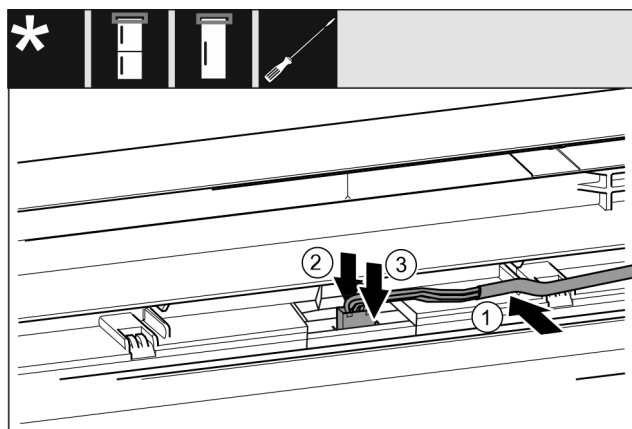

Fig. 63 Koel-/vriescombinaties / diepvriezers / koelapparaten\*
- ▶ Kabel Fig. 63 (1) in de geleiding in de bovenste deur leggen.\*
- ▶ Vergrendelingslipje Fig. 63 (2) naar achteren drukken.\*
- ▶ Stekker Fig. 63 (3) vastklikken.\*